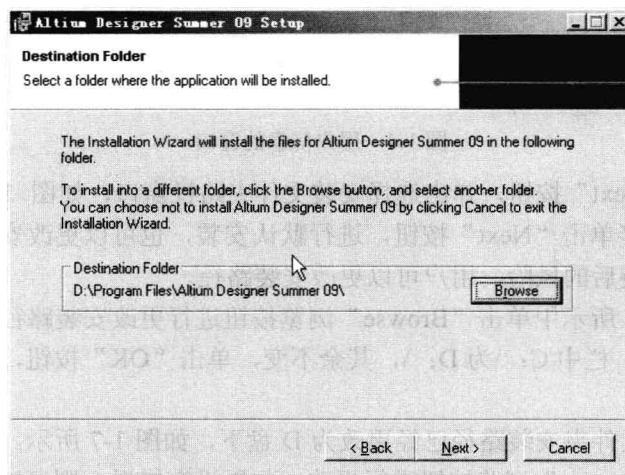

图 1-7 更改到 D 盘的安装路径窗口
(8) 此时的文件夹安装路径已经更改为 D 盘下，如图 1-7 所示。如果想更改路径，则可以再次单击“Browse”浏览按钮进行更改，如果没有错误，则可以单击“Next”按钮进入到下一个安装窗口。